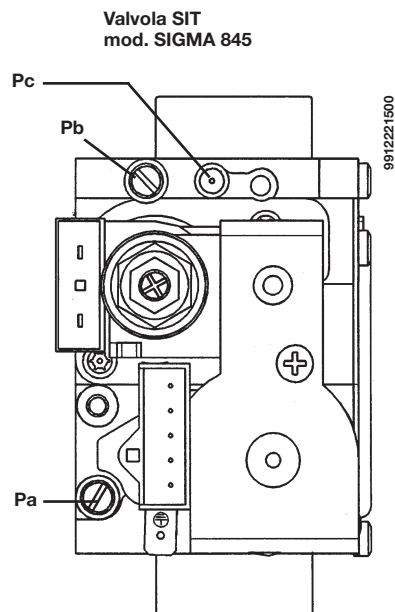
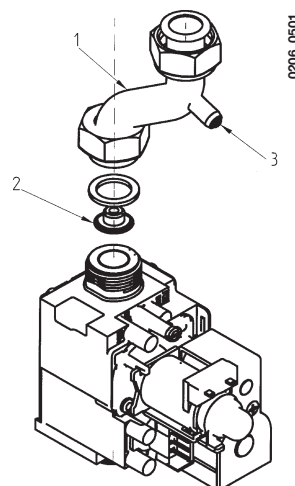

Figura 12a
Figura 12b (modelli 240 i - 240 Fi)
- rimuovere il tubo alimentazione gas (1 di Figura 12b);
- sostituire l'ugello per diaframma montato sulla valvola del gas (2);
- collegare la presa di pressione positiva di un manometro differenziale, possibilmente ad acqua, alla presa di pressione (**Pb**) della valvola del gas (figura 12a). Per i modelli 240 i/Fi utilizzare la presa di pressione (3) presente nel tubo di alimentazione gas (figura 12b). Collegare, solo per i modelli a camera stagna, la presa negativa dello stesso manometro ad un apposito "T" che permetta di collegare insieme la presa di compensazione della caldaia, la presa di compensazione della valvola del gas (**Pc**) ed il manometro stesso. (Una pari misura può essere effettuata collegando il manometro alla presa di pressione (**Pb**) e senza il pannello frontale della camera stagna); Una misura della pressione ai bruciatori effettuata con metodi diversi da quelli descritti potrebbe risultare falsata in quanto non terrebbe conto della depressione creata dal ventilatore nella camera stagna.
- verificare che la pressione dinamica di alimentazione della caldaia, misurata alla presa di pressione (Pa) della valvola del gas (figura 12a) sia quella corretta (**30 mbar** per il gas **butano**, **37 mbar** per il gas **propano** o **20 mbar** per il gas **metano**).